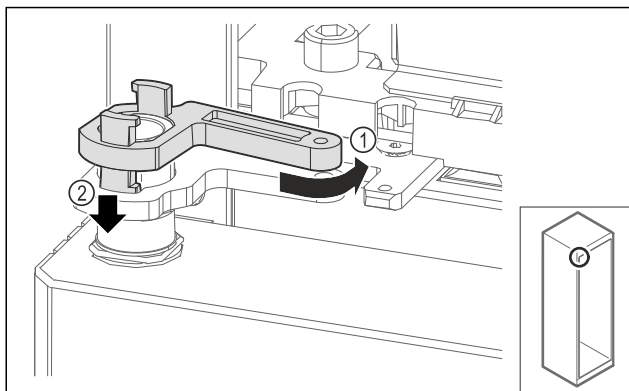

Fig. 71
- ▶ Ruotare indietro leggermente il fissaggio del blocco di supporto Fig. 71 (1), premere verso il basso Fig. 71 (2) e bloccarlo nell'angolo della cerniera.